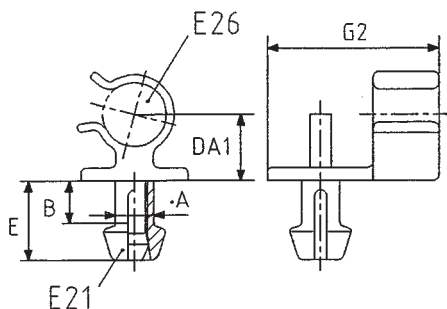
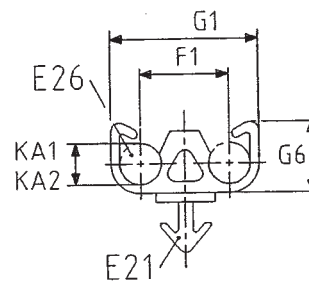

Bild 1.1
Bild 1.12
Die Gegenstandsgruppe Flächen-, Kanten- und Einsteckbefestiger läßt sich in die folgenden bildlichen Grunddarstellungen, entsprechend ihrer verschiedenen Funktionen, untergliedern (Bild 1.1 bis Bild 1.12). Die Grunddarstellungen enthalten darüber hinaus die Zuordnung der für diese Gliederungsebene gemeinsamen Merkmale.
Die Gesamtheit aller Teile innerhalb der Gegenstandsgruppe Flächen-, Kanten- und Einsteckbefestiger läßt sich durch Variation der Grundformen aus Abschnitt 4.1.1 mit den in Tabelle 1.2 dargestellten Teilgeometrien für Fuß-, Scheiben-, und Leitungsaufnahme darstellen. Merkmale aus der Tabelle 1.1, die in den Grundformen (Bild 1.1 bis
1.1 bis Bild 1.12) nicht dargestellt sind, erhalten ihre Zuordnung in den Teilgeometrien der Tabelle 1.2.